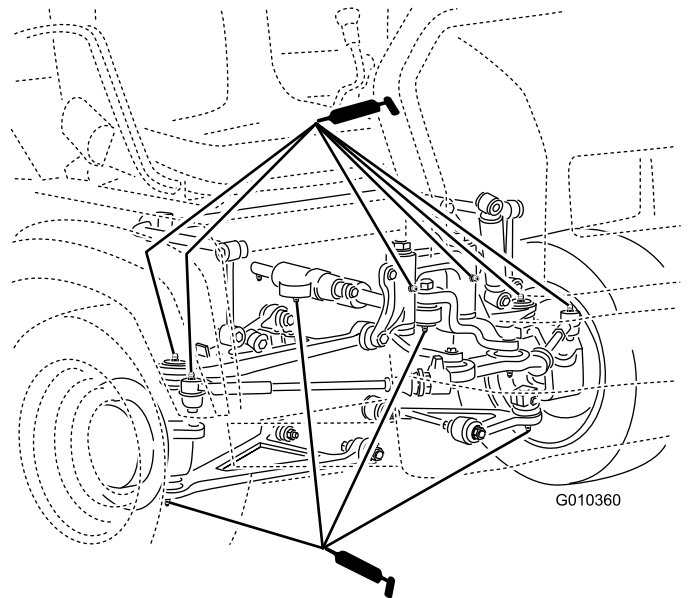

Bild 29
- **Kugelgelenke(4);** siehe Bild 29
- **Spurstangen (2);** siehe Bild 29
- **Schwenkhalterungen (2);** siehe Bild 29
- **Lenkzylinder (2);** siehe Bild 29